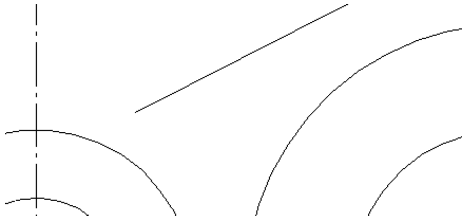

图 6-21 绘制直线
(12) 单击【绘制草图】选项卡【绘图】区域下的 / · 【直线】按钮，在图形区域任意画一条直线，如图 6-21 所示。